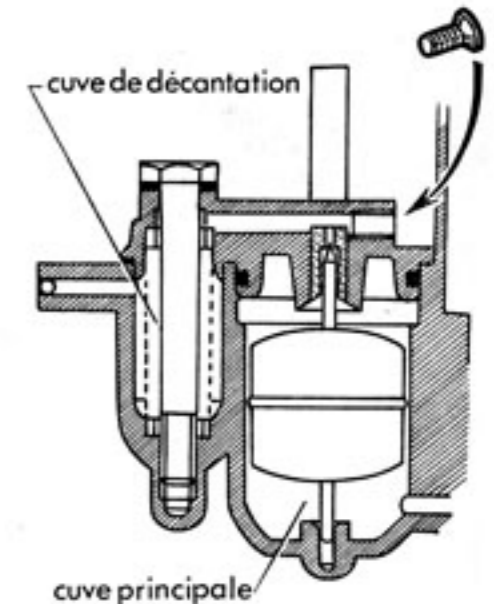

Fig. 4
- Nettoyer le filtre nylon, la cuve de décantation et la cuve principale du carburateur (Fig. 4).